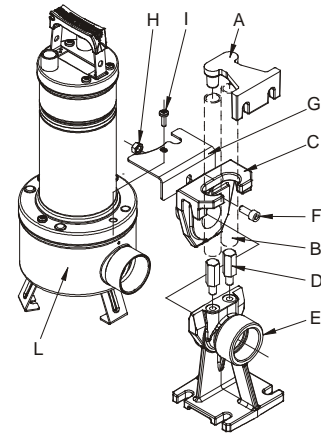

图 2
固定安装我们建议使用 DSD2 提升装置（可要求提供-见 图 2）以便于泵的维修。将其安装在泵的出口和管路之间，进行维修工作时可以不用拆除出口管路。DSD2 装置由 8 分组成：
底座要用相应尺寸的可调螺丝固定在污水箱的底部。管路的导向 支架必须固定在井或泵坑的顶部，嵌在两根 3/4" 管路（未提供）的末端起滑道作用。通过两个管路把支架和底座连接起来。把底座架同泵输水口处的吸入滤网连接，用提供的螺丝 封闭滤网盖和其它。取外出液端 (I) 法兰的上螺栓。装上防旋转套 (G)。装上螺栓 (I)。从耦合脚中抽出导轨，将其与泵出液口相连。按照图中所示方式借助螺栓 (F) 和螺帽 (H) 将导轨固定在泵上。重新将导轨/泵总成放置在基脚上 (图 2)。